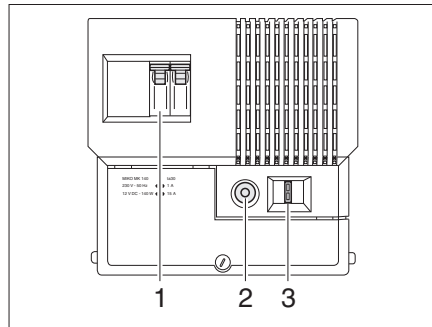

Fig. 89 Fuente de alimentación
En la fuente de alimentación están integrados el fusible automático de 230 V (Fig. 89,1), la protección contra sobrecargas (Fig. 89,2) y el fusible principal (Fig. 89,3).
- Pulsar el botón de mando de la protección contra sobrecargas (Fig. 89,2) (posición "On").